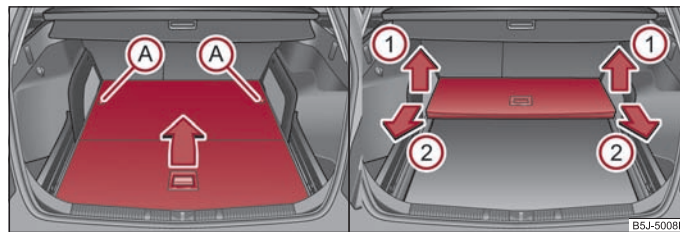

Abb. 62 Gepäckraum: Variablen Ladeboden zusammenklappen / herausnehmen
- Durch Drehen der Sicherungsbolzen (A) um ca. 180° nach links entriegeln Sie den variablen Ladeboden ⇒ Abb. 62.
- Heben Sie den variablen Ladeboden in Pfeilrichtung ① an ⇒ Abb. 62 und nehmen Sie den Ladeboden durch Ziehen in Pfeilrichtung ② heraus ⇒ Abb. 62.